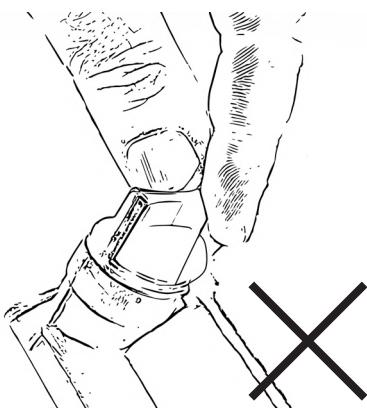

Bild 5
Vrid aldrig oljepåfyllningspluggen med anslutet oljesticka in i gängan vid avläsning av oljenivån. Detta leder till ett felaktigt mätresultat, fig. 5.
- Sänk ner oljestickan helt i oljan. Vrid **aldrig** oljestickan in i gängan, fig. 5.